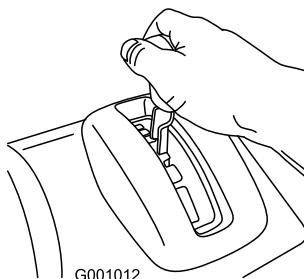

Figura 13
1. Posizionate la leva del selettori della velocità alla posizione desiderata di marcia avanti, assicurandovi che si blocchi nella tacca (Figura 13).